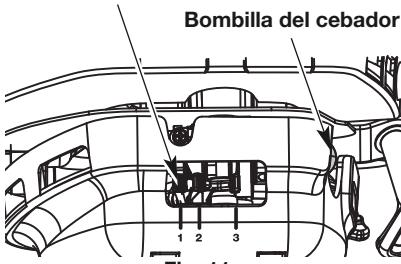

Fig. 11
- Oprima completamente el cebador y suéltelo 10 veces. Hágalo lentamente. Se deberá ver un poco de combustible en el cebador y en las tuberías de alimentación de combustible (Fig. 11). Si no puede ver el combustible en el cebador, oprímalos y suéltelos tantas veces como sea necesario hasta que vea combustible en el mismo.
- Coloque la palanca del obturador en Posición 1 (Fig. 11).
- Coloque la palanca del obturador en Posición 2 (Fig. 11).
10. Coloque la palanca del obturador en **Posición 3** (Fig. 11) la unidad está lista para usarse.